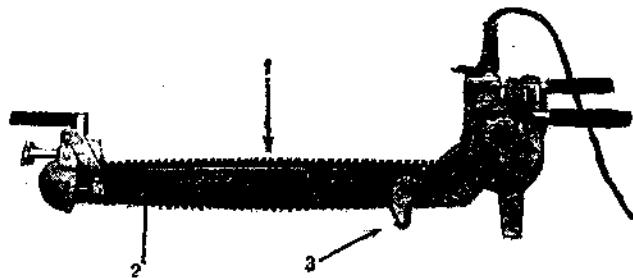

Рис. 15. Пильная цепь.
пильной шины (2), благодаря чему обеспечивается плавное скольжение пильной цепи по шине. Пильное полотно скреплено наглухо с корпусом, образуя с ним одно целое. Со стороны моторной части к пильному полотну и корпусу прикреплены направляющие упоры (3) в виде выступов, служащие для направления движения пилы во время пики (рис. 15).